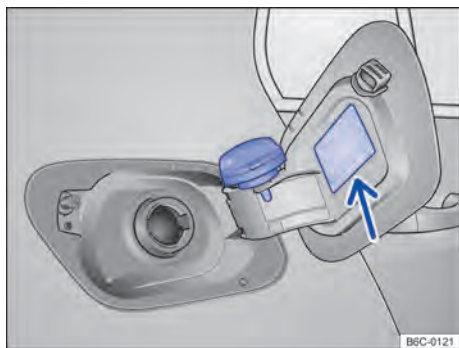

Fig. 121 Portinhola do tanque de combustível aberta com a tampa do tanque de combustível pendurada.
- Remover a tampa do tanque girando-a no sentido anti-horário e encaixá-la no suporte na portinhola do tanque → Fig. 121.